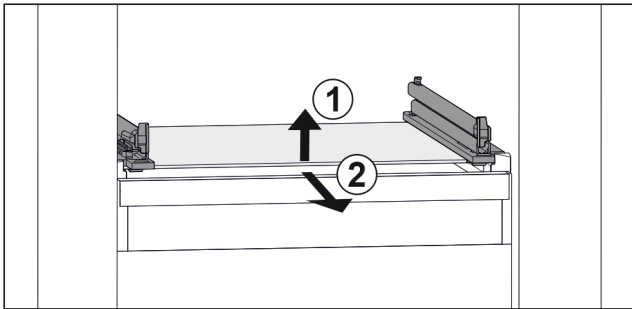

Fig. 42 Примерное отображение стеклянной пластины
- ▶ Приподнимите стеклянную пластину спереди. Fig. 42 (1)
- ▶ Извлеките стеклянную пластину движением вперед. Fig. 42 (2)